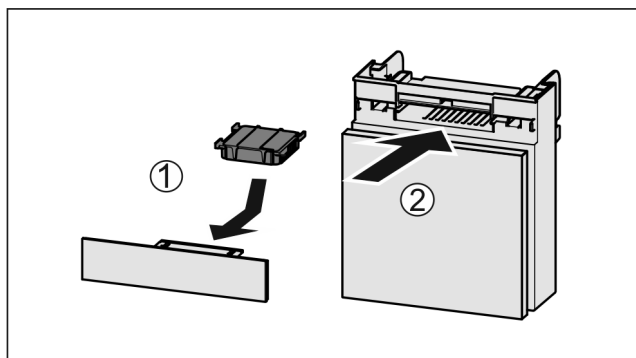

Fig. 145
- ▶ Filtr s aktivním uhlím vložte podle vyobrazení Fig. 145 (1).
- ▶ Zásuvku zasuňte Fig. 145 (2).